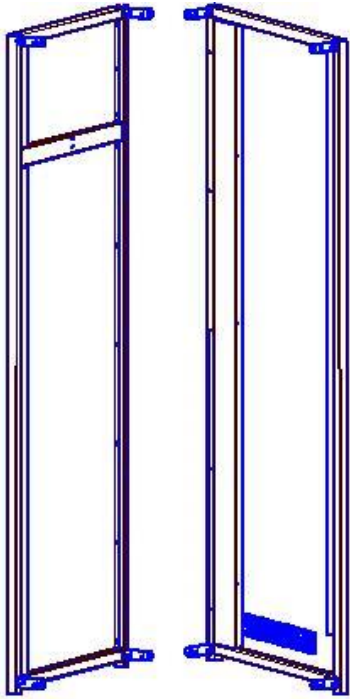

Рис.2 Стенка боковая левая
4.1 Комплект поставки шкафа сушильного представлен в таблице 2 и на рис.2÷23